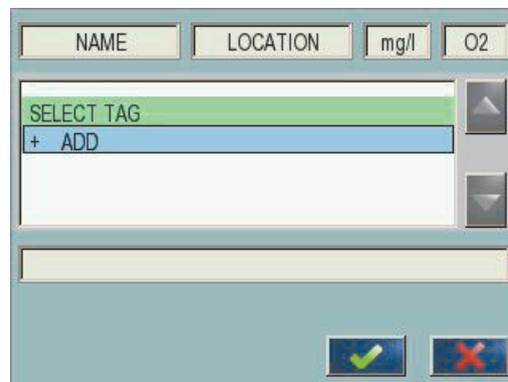

Figura 49 Menu principal do editor de fórmula
2. O menu principal do editor de fórmula é exibido (Figura 49). Aperte os campos de texto para editar o Nome, Local, Unidade, Parâmetro e Fórmula.